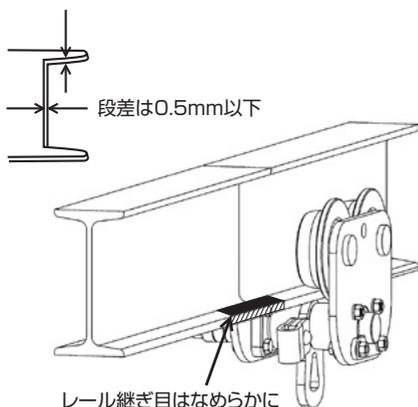

図6 レール継ぎ目はなめらかにグラインダー仕上げをする
- (13) レールの接合部における段差は、左右、上下方向共に0.5mm以下に合わせ、トロリのローラ（車輪）が走る部分はグラインダー仕上げをしてください。図6